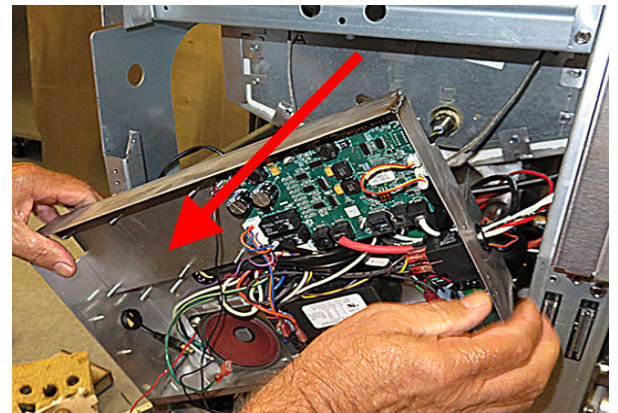

図 41
47. コントロールボックスをゆっくりと下げ、吊り下げて、コントロールボックスの後ろのパネルにアクセスできるようにします (図 41 を参照)。